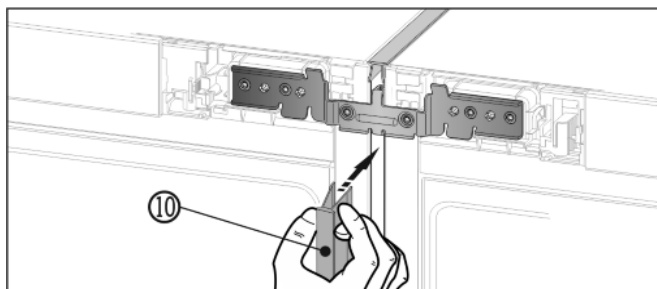

Fig. 14
- ▶ En la parte delantera, presione la tira tapajunta Fig. 14 (10) larga hacia el interior de la ranura vertical. Procure que la regleta descansa sobre la chapa de unión.